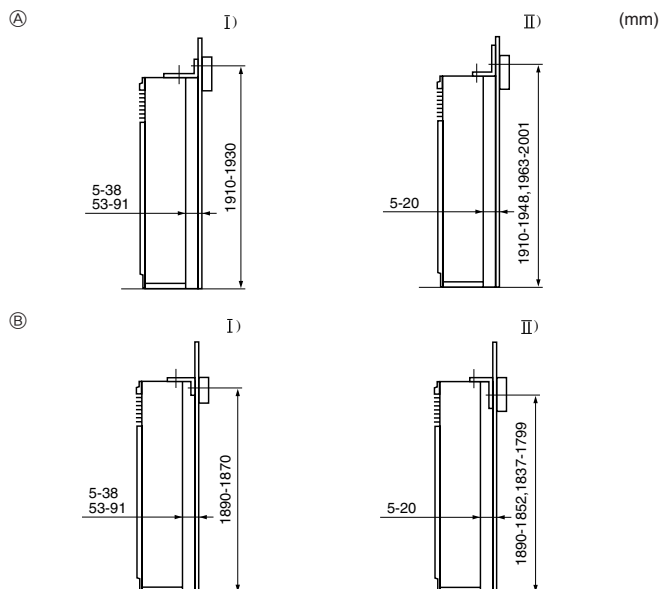

Fig. 3-3
① Klammer, die das Umkippen verhindert
Die Klammer, die das Umkippen verhindert ①, ist auf der Oberseite der Anlage angebracht. Die Blechschauben ② entfernen und die Klammer wie in der Abbildung dargestellt wieder anbringen. Angaben über richtige Einbauabstände siehe Fig. 3-3.
- Ⓔ Die Schraube ⑨ entfernen und das Gitter zum Abnehmen nach vorne ziehen.
3.3. Montage der Klammer, die das Umkippen verhindert (Fig. 3-3)